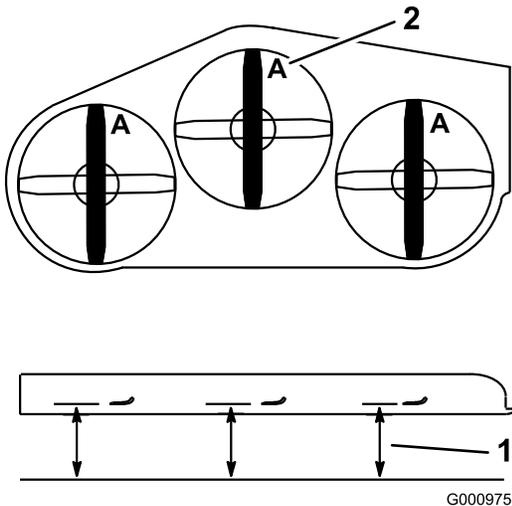

Figura 100
3. Gire las cuchillas hasta que los extremos estén orientados hacia adelante y hacia atrás (Figura 100). Mida desde una superficie nivelada hasta el filo de corte, posición A, de las cuchillas (Figura 100). Anote esta dimensión.